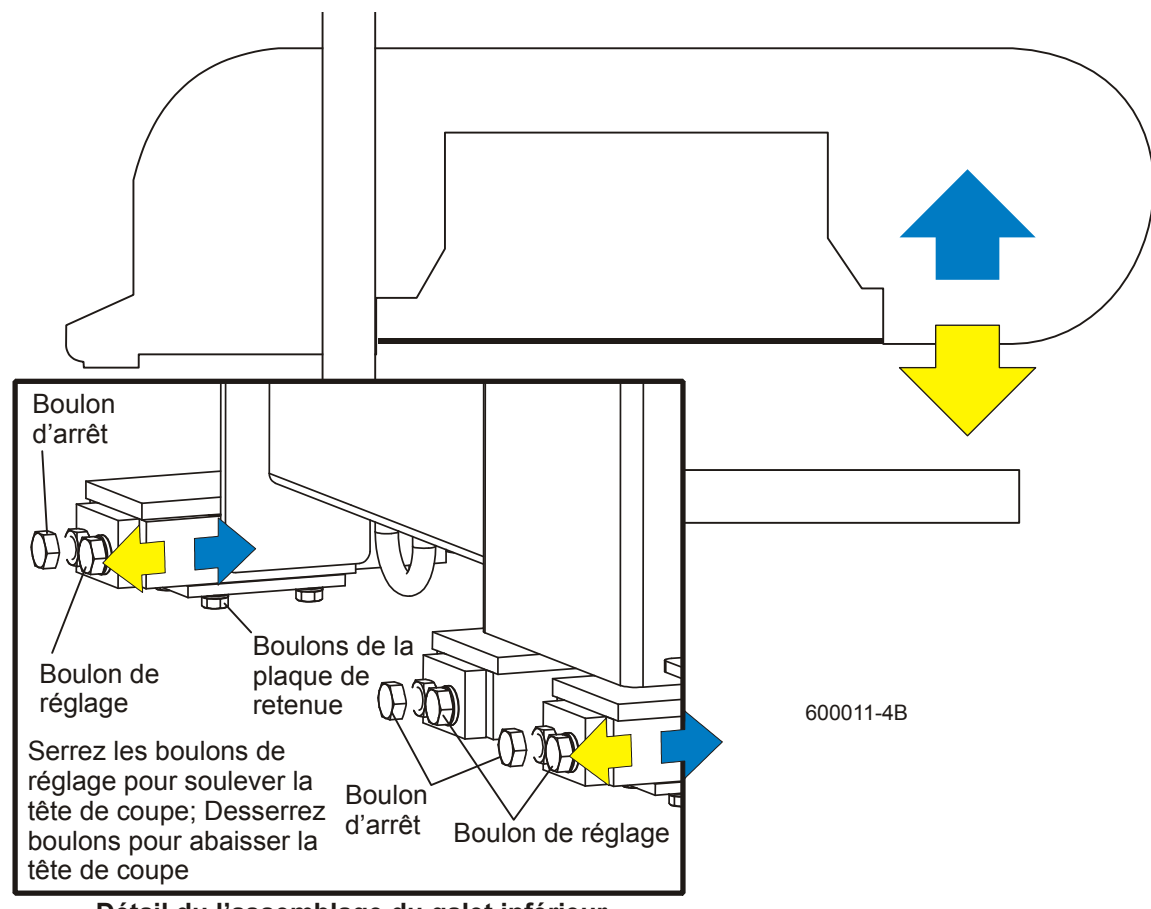

FIG. 7-48
**Voir Figure 7-48.** Pour ajuster l'inclinaison de la tête de coupe, utilisez les boulons situés au pied du mât de la tête de coupe. Desserrez les deux jeux de quatre boulons de la plaque de retenue. Pour soulever l'extérieur de la tête de coupe, desserrez les boulons d'arrêt puis serrez les boulons de réglage. Pour abaisser l'extérieur de la tête de coupe, desserrez les boulons de réglage et serrez les boulons d'arrêt. Vérifiez de nouveau la mesure entre la lame et les supports de banc et ajustez les boulons d'arrêt et les boulons de réglage jusqu'à ce que l'extérieur de la tête de coupe se trouve  $1/16''$  (1.5 mm) plus